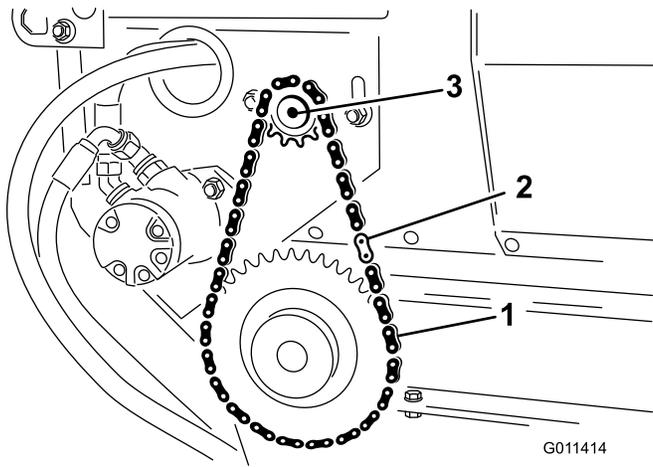

Bild 30
2. Entfernen Sie das Hauptkettenglied von der Kette und nehmen Sie die Kette von den kleinen Kettenrädern ab (Bild 30).